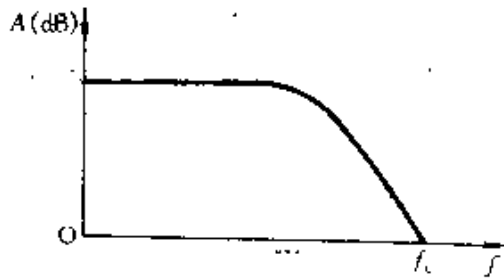

图 2-338
① 电源电压范围,是指集成运放正常工作所需要的电源电压的范围。通常集成运放需要对称的正、负双电源供电,也有部分集成运放可以在单电源情况下工作。
② 最大允许功耗 P_M ,是指集成运放正常工作情况下所能承受的最大耗散功率。使用中不应使集成运放的功耗超过 P_M 。
③ 单位增益带宽 f_c ,是指集成运放开环电压放大倍数 $A = 1$ (0dB)时所对应的频率,如图 2-338 所示。一般通用型运放 f_c 约为 1MHz,宽带和高速运放 f_c 可达 10 MHz 以上,应根据需要选用。